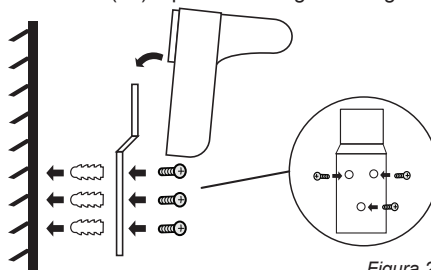

Figura 2
3. Posizionare la parte posteriore del telaio della ventola (5) sul corpo motore (7) con le asole esattamente le proiezioni della carcassa del motore e la maniglia sulla parte superiore.
4. Posizionare l'anello di montaggio (4) sull'albero del motore di sinistra (in senso orario).
5. Far scorrere le alette della ventola (3) sull'albero con i fori esattamente sulle due alette del perno.
6. Fit pulsante (2) sull'albero e stringere (in senso orario) mentre si tiene le alette della ventola.
7. Sul bordo paniere sono cinque terminali. Mettere l'artiglio superiore attentamente il bordo esterno del cestello, in modo da poter condividere il cestino con la vite e il dado (14) è possibile allegare ad ogni altro. Stringere la vite con un cacciavite.
9. Seleziona una buona posizione e confermare la staffa di montaggio a una parete solida (o l'uso un bar dietro una parete in cartongesso), con la dotazione tre tasselli e viti (vedi figura 2)